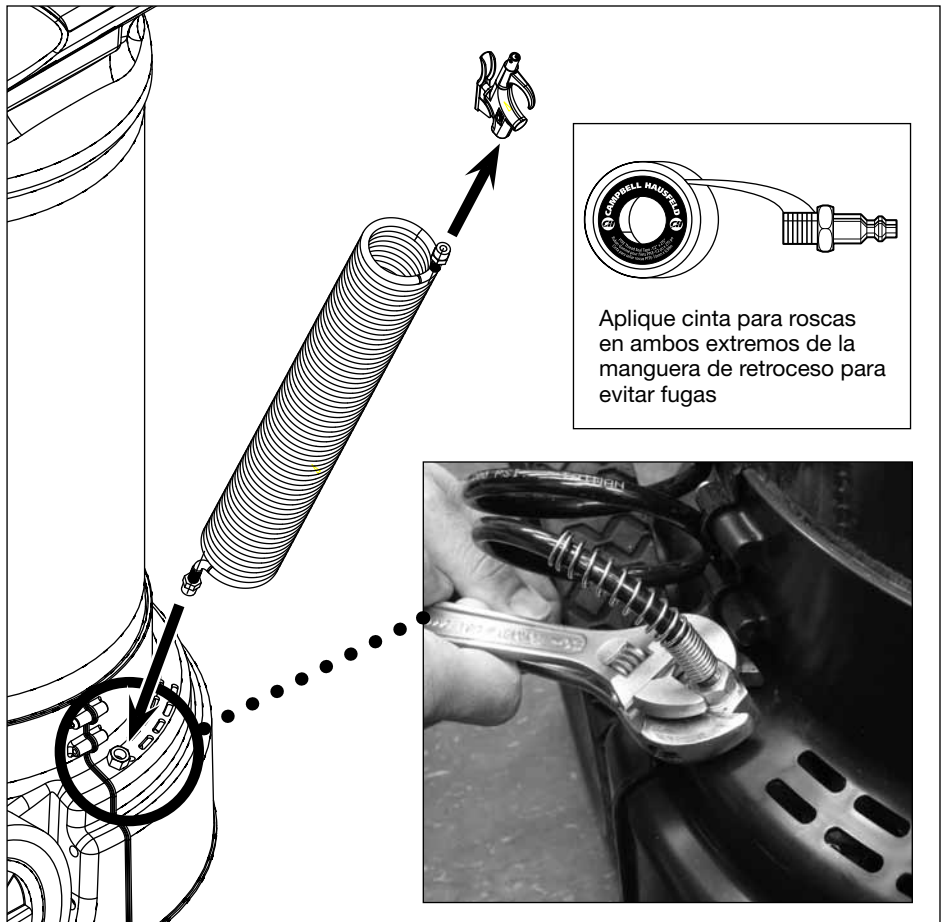

Figura 10 - Montaje de la manguera de inflado
2. Enrosque la manguera en espiral en la conexión en la cubierta. Use 2 llaves ajustables para apretar la conexión sosteniendo firme la llave inferior y apretando con la llave superior (vea la Figura 10).